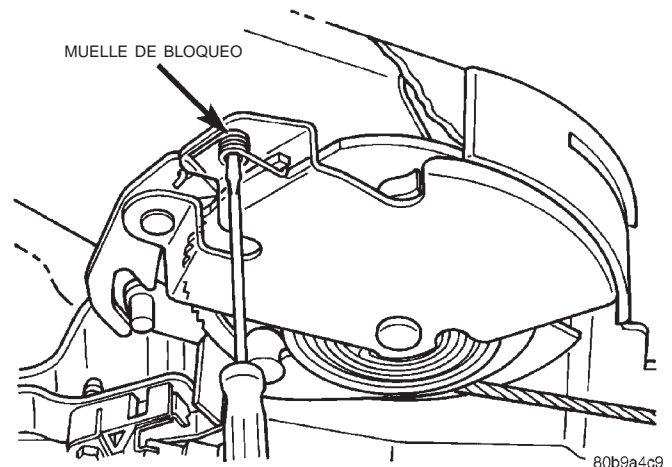

Fig. 48 Muelle de bloqueo
(4) Haga que un ayudante haga palanca hacia abajo en el muelle de desbloqueo a través del orificio en el lateral de la palanca del freno de estacionamiento (Fig. 48) empleando un destornillador pequeño. A continuación, afloje lentamente el cable delantero.